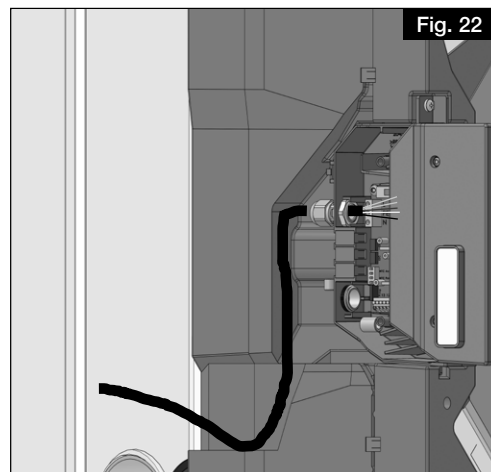

Fig. 22
5. Introduire le câble d'alimentation à travers le presse-étoupe dans le boîtier de raccordement (voir Fig. 22). Raccorder le câble d'alimentation (tenir compte du schéma de branchement), **raccorder le capteur de température ambiante ou le contact de commutation externe (en option).**